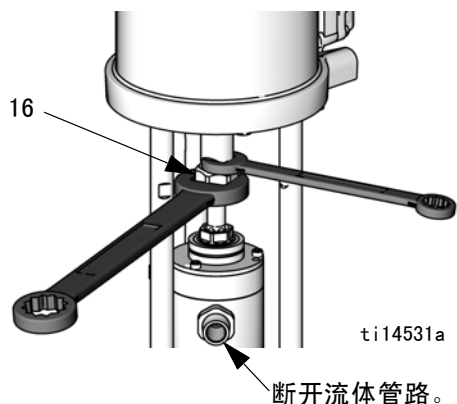

图 26. 松开耦合螺母
2. 将流体管路从泵出口处断开。参见图 26。
3. **Merkur 泵：**拆卸连杆防护罩 (26)。